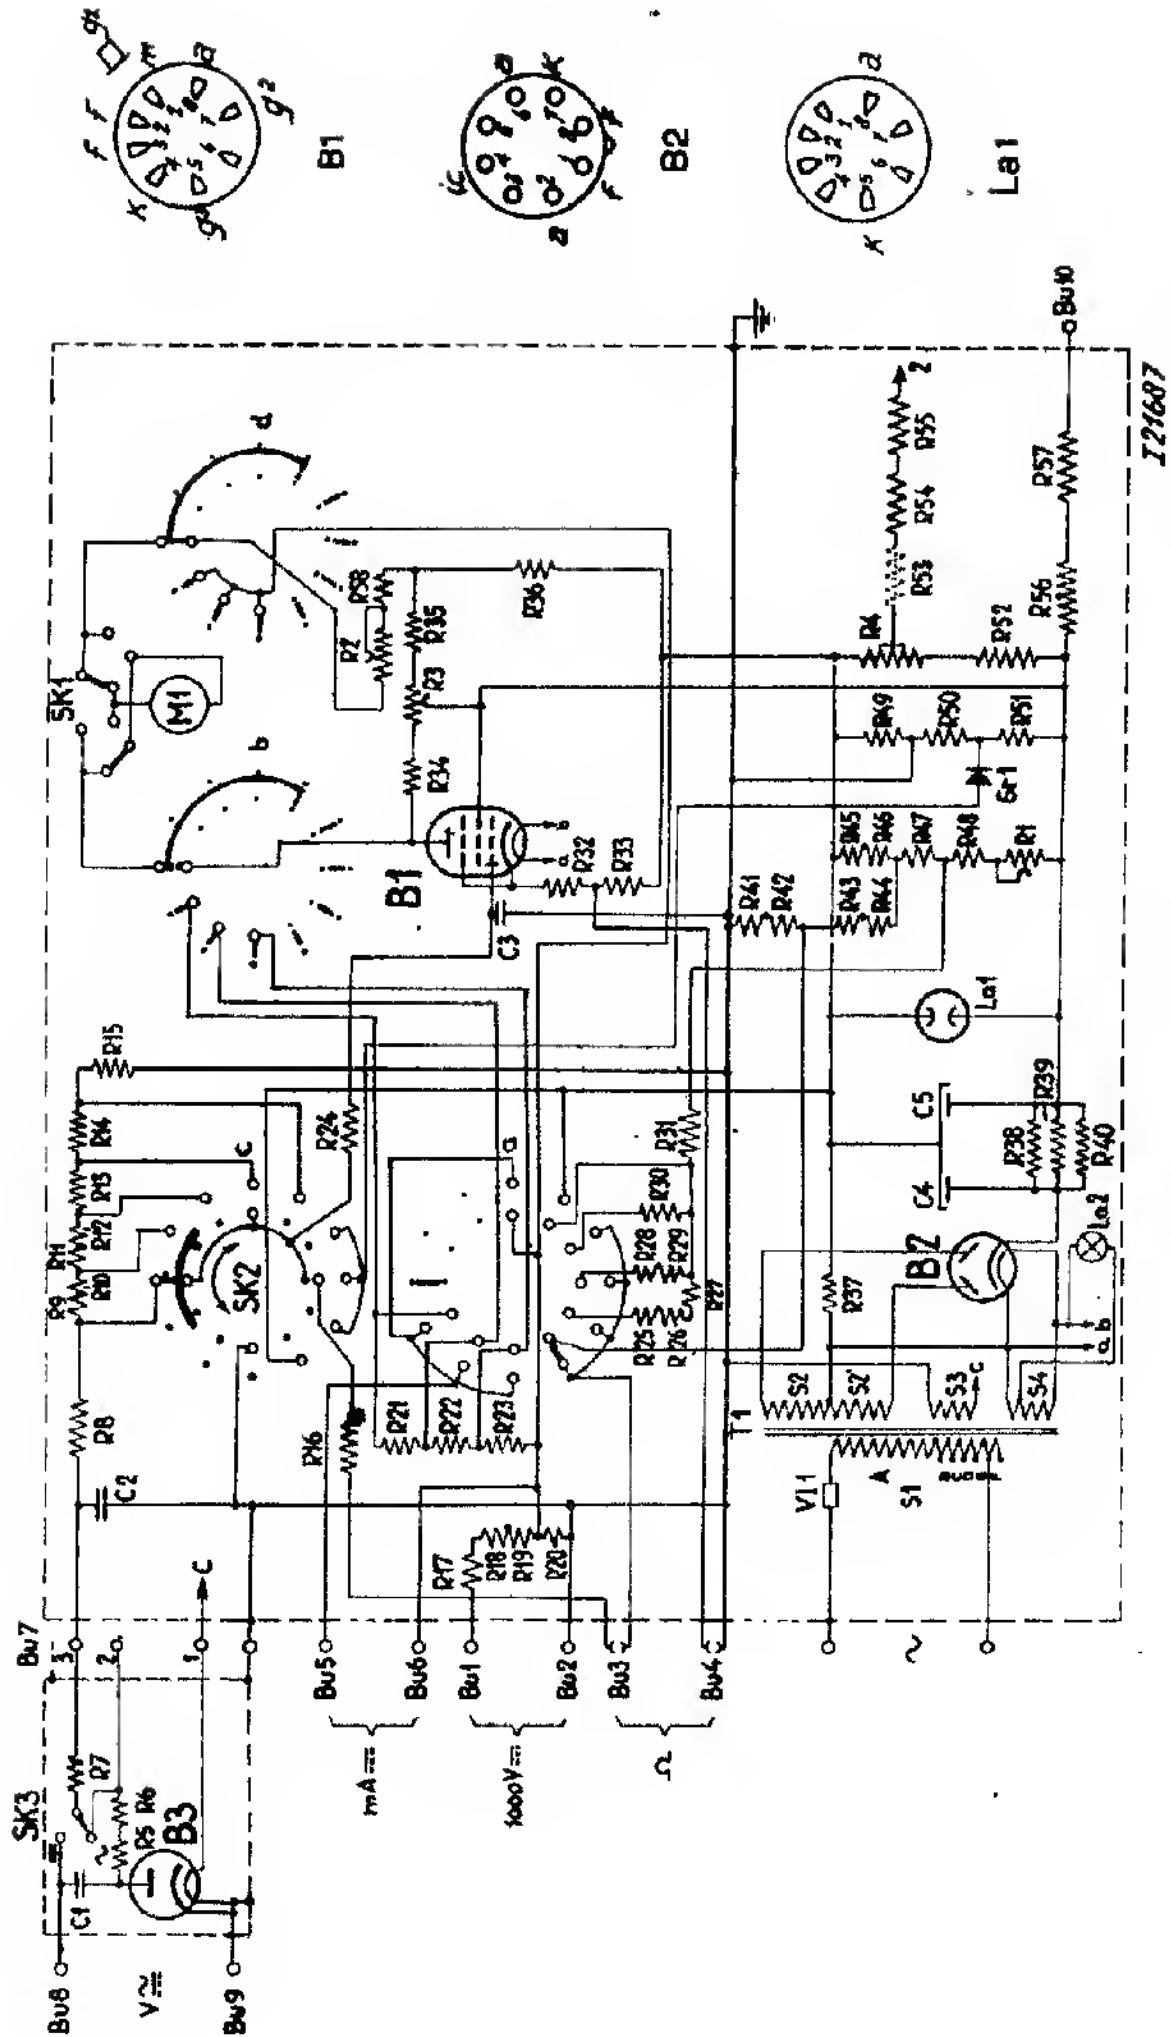
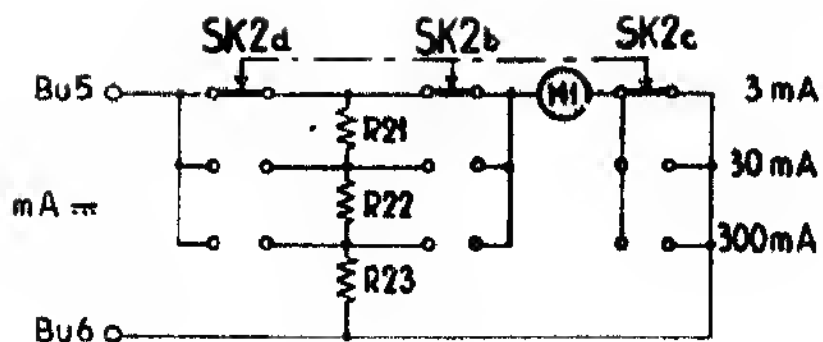

Fig.1
Fig. 2
BESCHRIJVINGa. Stroomgebieden (gelijkstroom) (zie fig.2)
Voor deze metingen behoeft het apparaat niet aan het net te worden aangesloten. De meter M1 wordt in de te meten keten opgenomen via de aansluitklemmen Bu5 en Bu6. Indien de meter verkeerd om uitslaat, achakelaar SK1 omschakelen (zie fig.1). In fig.2 is SK1 weggelaten.
f. Voeding (fig.1)